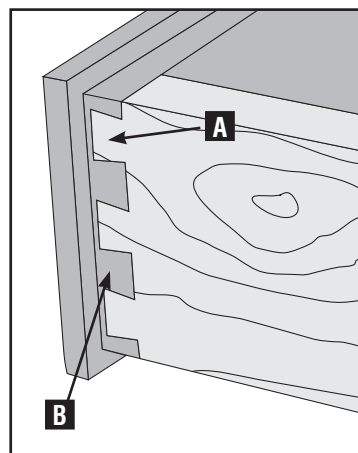

Fig. 25
Les brèches (A), Fig. 25, sont coupées dans les côtés des tiroirs pendant que des goujons (B) sont coupés dans les parois avant et arrière des tiroirs.